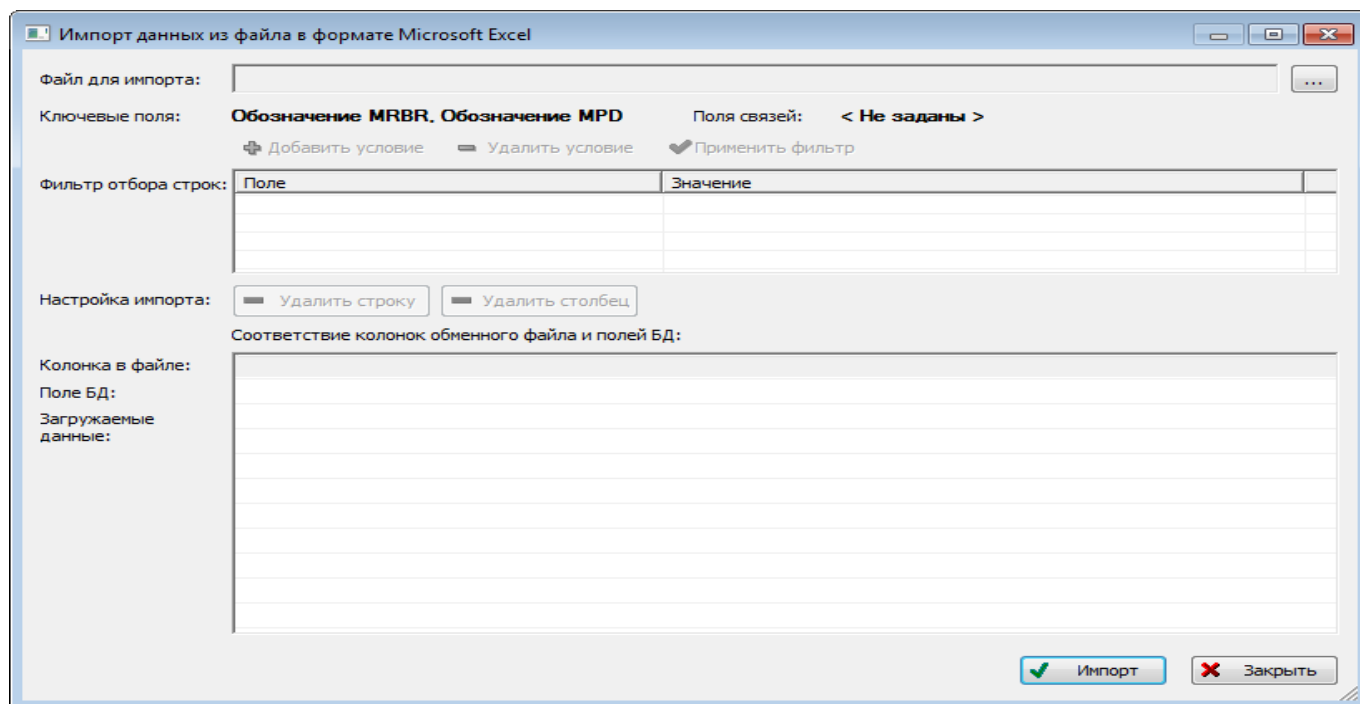

Рис. 12-84 – Окно импорта из файла Excel
В результате откроется окно «Импорт данных из файла в формате Microsoft Excel» (рис. 12-84). Описание назначения полей данного окна приведено в пункте 5.4.6 «Панель «Импорт/экспорт»», стр. 58.
4) Нажать в нем кнопку  «Выбрать файл на локальном диске» (1 на рис. 12-84). Откроется стандартное диалоговое окно «Открыть» – выбрать нужный файл и нажать кнопку «Открыть».
5) Диалоговое окно будет закрыто, а данные из обменного файла появятся в окне «Импорт данных из файла в формате Microsoft Excel» (рис. 12-84).